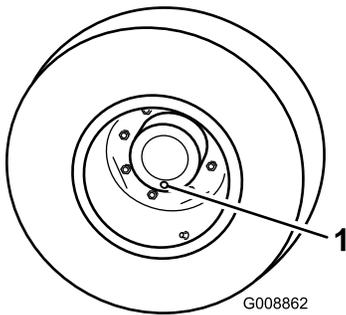

Bild 57
1. Stellen Sie die Maschine auf einer ebenen Fläche ab und positionieren Sie das Rad so, dass sich eine der Prüfschrauben in der untersten Stellung (6 Uhr) befindet (Bild 57).